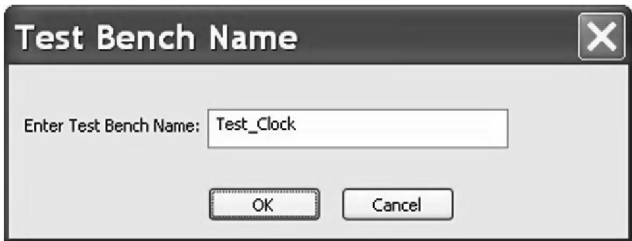

图 22.11 建立 Test _ Clock 测试平台
1. 首先选择 Counter.dsn 设计项目，然后从顶部工具栏中选择 **Tools > Test Bench > Create Test Bench** 建立测试平台。如图 22.11 所示，将测试平台命名为 Test_Clock。单击 OK 按钮进行确定，如果系统提示是否保存，再次单击 OK 按钮对设计项目进行保存。